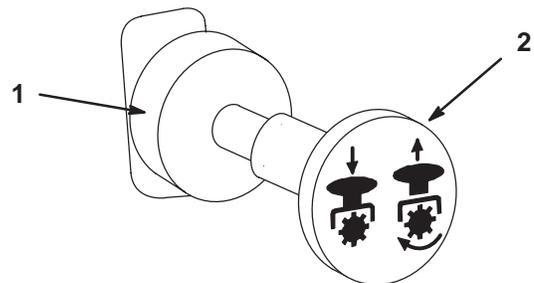

Figure 18
- Tirez sur la commande de prise de force (PdF) pour l'embrayer (Fig. 18).
- Repoussez la commande de PdF pour la débrayer (Fig. 18).